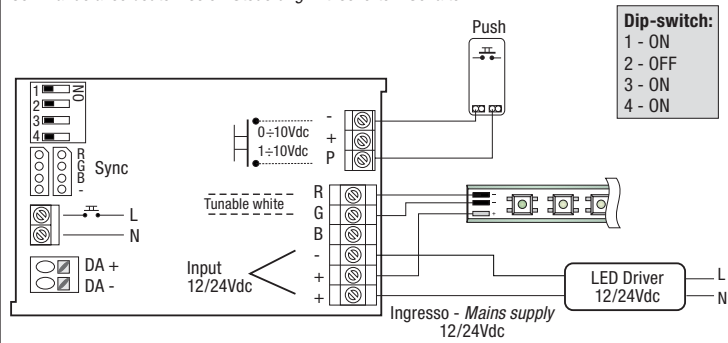

Fig. 16 - Comando con pulsante non isolato - Command with not isolated button
- 2 - Pulsador NA NO SELV (referido en la red - Fig. 16)